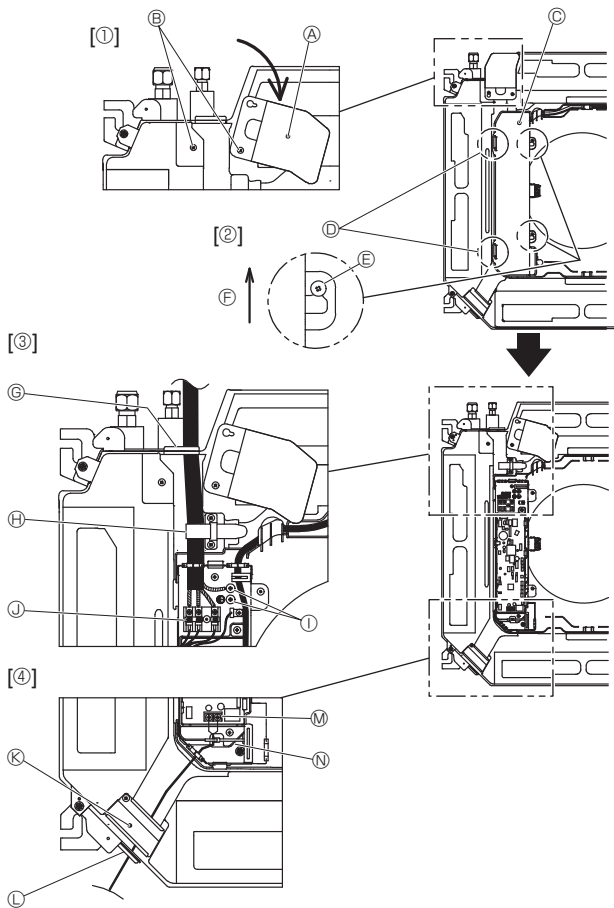
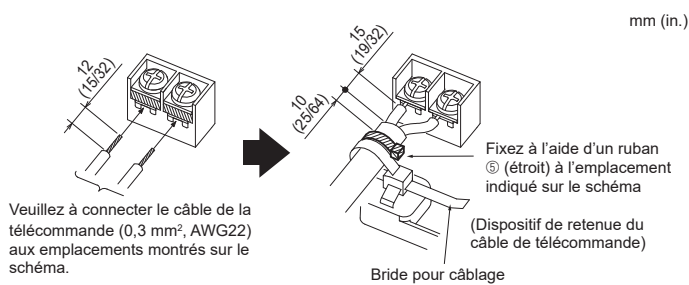

Fig. 6-1
Fig. 6-3
6.1. Appareil intérieur (Fig. 6-1)
- Desserrez les deux vis de fixation du panneau de service du câblage électrique et faites tourner le panneau. [Fig. 6-1 ①]
- Desserrez les deux vis de fixation du couvercle du boîtier électrique et faites glisser le couvercle. [Fig. 6-1 ②]
- Faites passer le câble d'alimentation, le câble de raccordement des appareils intérieur/extérieur et le câble de mise à la terre par les entrées de fils indiquées sur le diagramme. [Fig. 6-1 ③]
- Faites passer le câble de télécommande via les entrées de fils indiquées sur le diagramme et raccordez-le. [Fig. 6-1 ④, Fig. 6-3]